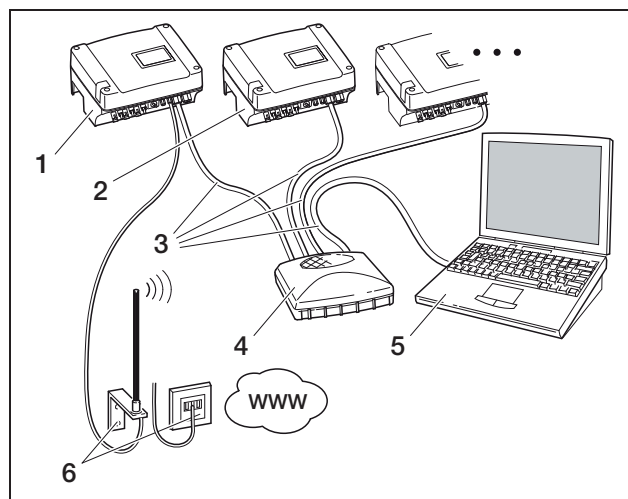

Figura 75: Scheda di comunicazione I:
- quando si gestisce una rete locale (Ethernet) con indirizzi IP fissi e si desidera integrare l'inverter nella rete (figura 75 o 76).